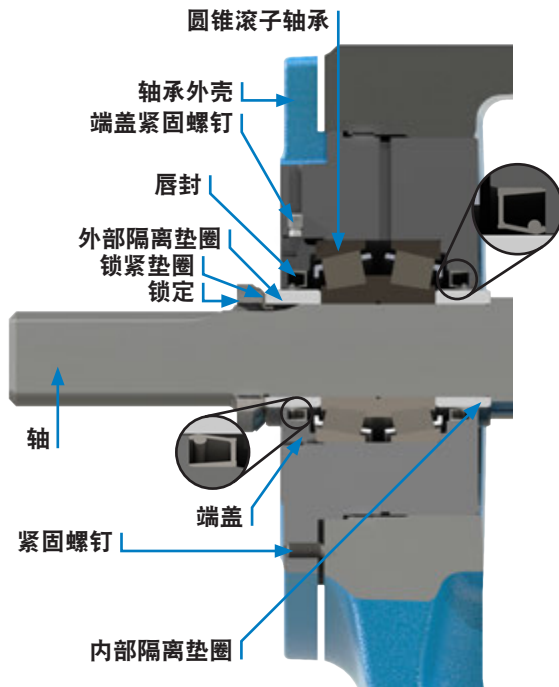

图 5
2. 将轴承外壳（项目 7）表面上的两个固定螺丝松开（参见图 5），转动轴承外壳 CCW 以从支架（项目 27）上将轴承外壳组件拆卸下来。
7. 将锁紧垫圈和锁紧螺母放到转轴上，参见图 5 的取向。根据表 1 将锁紧螺母拧紧，并将锁紧垫圈弯入到锁紧螺母的槽中。
4. 将轴承外壳表面上的两个固定螺丝松开（参见图 5），转动轴承外壳 CCW 以从支架上将轴承外壳组件拆卸下来。
8. 松开轴承外壳法兰上的两个径向紧固螺钉。利用活动扳手将带有唇封（项目 5）的外部端盖（项目 3）和外部轴承隔离垫圈拆卸（项目 4），参见图 5。
- 如果出现损坏，则更换并将唇封安装到轴承外壳中。参见图 5 的唇封取向。
- 在圆锥滚子轴承上涂抹润滑脂，并将轴承与内部滑道的粗端一起压入或推入到外壳中。轴承可能会安装不正确。正确的安装参见图 5。
- 如果出现损坏，则更换并将唇封安装到端盖。参见图 5 的唇封取向。将端盖与外部轴承隔离垫圈一起拧进轴承外壳，并拧紧轴承。
- 用轴承外壳法兰上的两个端盖紧固螺钉将端盖锁定在位置上，参见图 5。
- 将轴承外壳外表面上的两个紧固螺钉松开，参见第 6 页的图 5 并顺时针转动止推轴承组件直到不能用手转动为止。逆时针转动轴承外壳，直到用手克服轻微阻力即可转动转子和转轴。